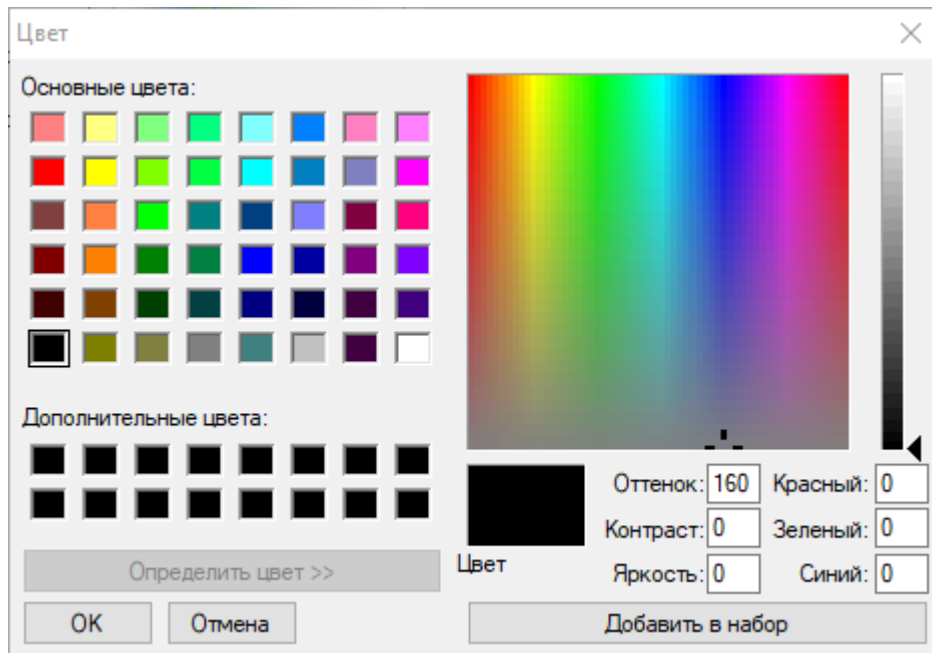

Рисунок 30. Настройка цвета фона.
-  нажатие на эту кнопку вызывает стандартное диалоговое окно настройки цвета фона (рисунок 30).